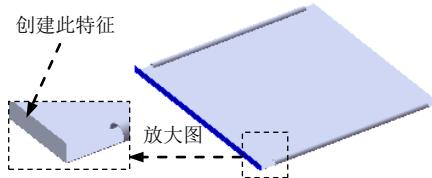
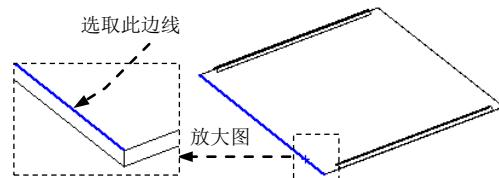

图 17.11.36 创建边线法兰 1
图 17.11.37 定义特征的边线
Step8. 创建图 17.11.36 所示的边线法兰 1。
- (1) 选择命令。选择下拉菜单 **插入(I)** → **钣金(H)** → **边线法兰(E)...** 命令，系统弹出“边线法兰”对话框。
- (2) 定义特征的边线。选取图 17.11.37 所示的模型边线为生成边线法兰的边线。
- (3) 定义法兰参数。在 **角度(G)** 区域中的 文本框中输入角度值 90.0。在 **法兰长度(L)** 区域的下拉列表中选择 **给定深度** 选项，输入深度值 12.0。在此区域中单击“内部虚拟交点”按钮 。在 **法兰位置(N)** 区域中单击“折弯在外”按钮 .
- (4) 单击 按钮，完成边线法兰 1 的创建。